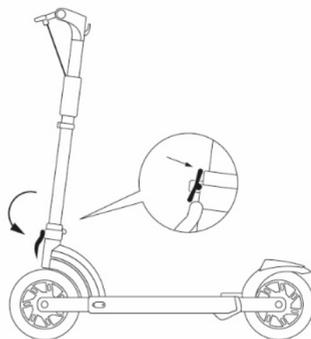

Figura 47 - Desenganche de la palanca
2. Presionar el botón de seguridad (véase el punto 9 Tabla 1 - **Detalle de los componentes del patinete y Figura 2 - Componentes del patinete**). y, al mismo tiempo, soltar la palanca de bloqueo (véase Figura 47 - **Desenganche** de la palanca).